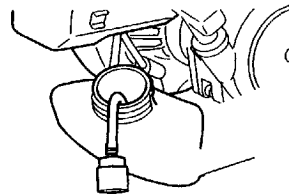

Fig. 33
**Filtro de combustible (Fig. 33)**